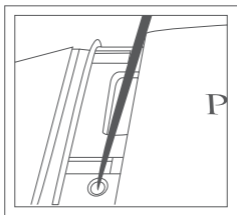

рис. 5
5. С помощью калибровочного штифта или остроконечного предмета (например, отвертки с наконечником размером 2 мм) нажмите и отпустите кнопку включения калибровки (рис. 5). Переход прибора в режим калибровки сопровождается звуковым сигналом. Все индикаторы (за исключением «Metal» (Металл) и «Low Batt» (Низкий заряд батареи)) загорятся в режиме бегущих огней. Теперь прибор готов к началу калибровки.